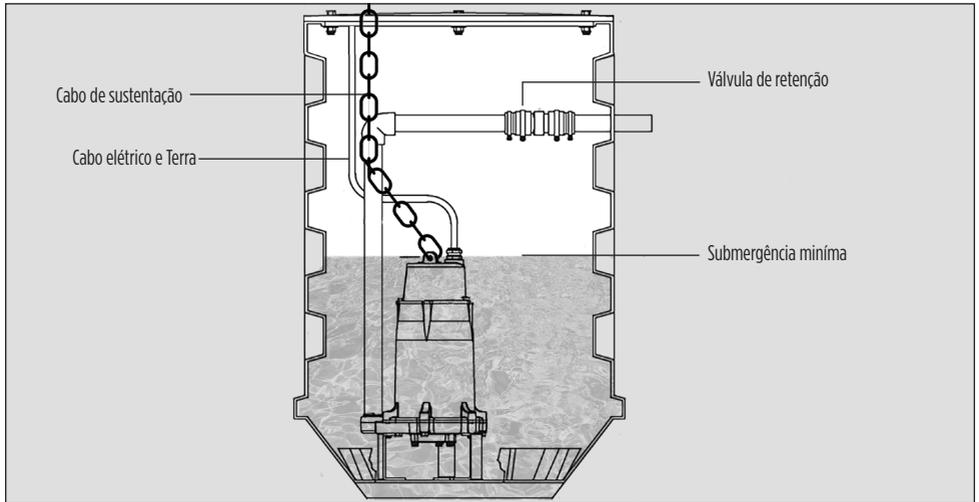

Figura 3 - Instalação Shark
- As motobombas submersíveis devem trabalhar sempre totalmente submersas, com 10 cm de líquido acima da tampa do motor, no mínimo. Para a série Brava monofásica com boia elétrica integrada ao produto, observe os níveis mínimos de submersão conforme figura 3.